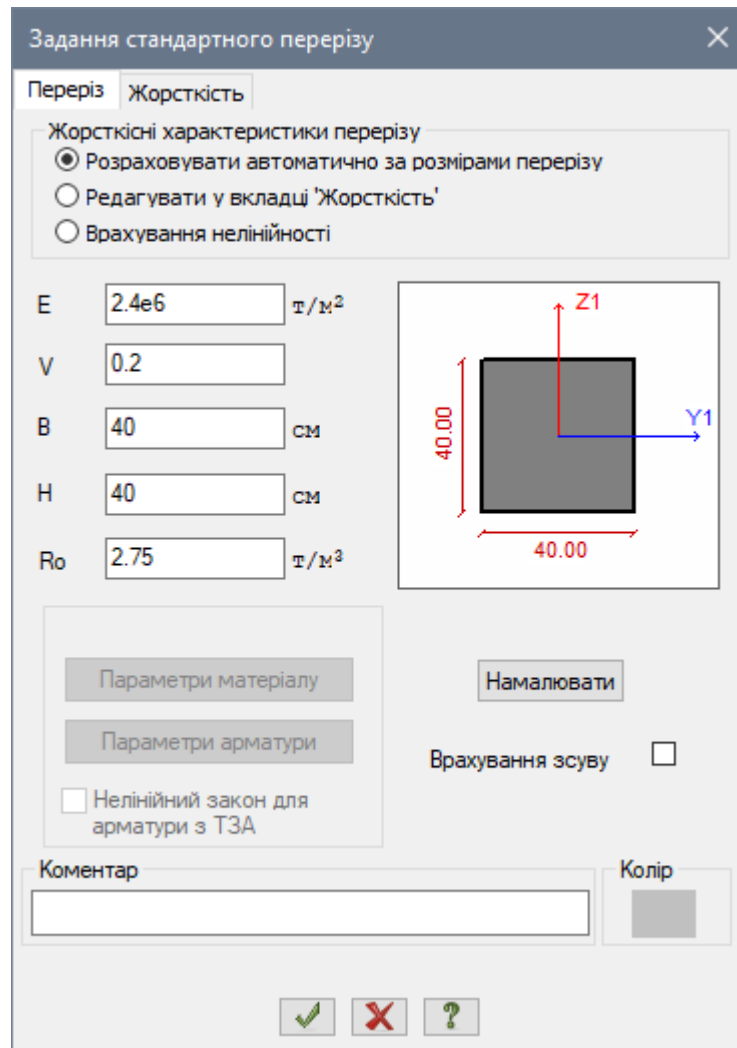

Рис. 21.6. Діалогове вікно **Задання стандартного перерізу**
- У діалоговому вікні **Завдання стандартного перерізу** (рис. 21.6) задайте параметри перерізу **Брус**: